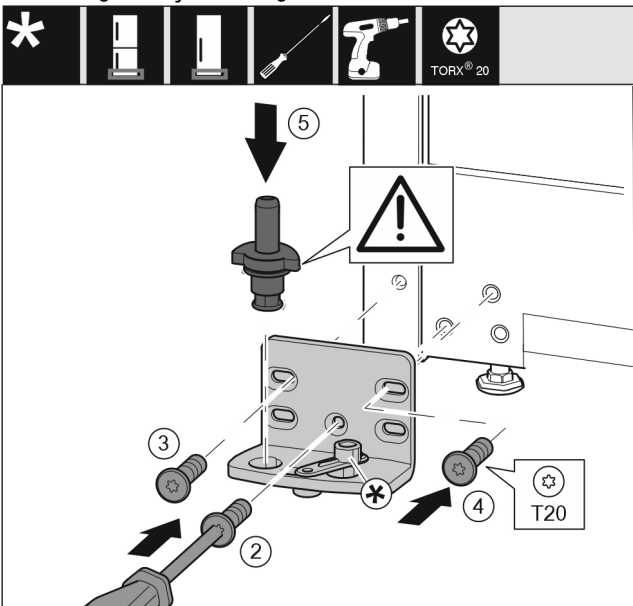

Fig. 14
- ▶ Lagerbus op de andere kant aanbrengen en met behulp van een schroevendraaier T20 vastschroeven. Met schroef 2 onder in het midden beginnen. Fig. 14 (2)
- ▶ Schroef 3 en 4 vastschroeven. Fig. 14 (3,4)
- ▶ Lagerbout volledig aanbrengen. Let op dat de vergrendelnaak naar achter wijst. Fig. 14 (5)